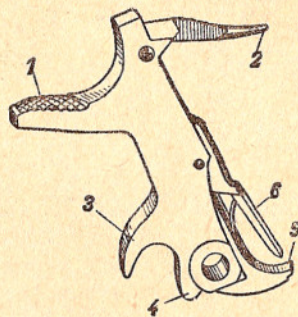

Рис. 12. Курок:
13. Курок (рис. 12) служит для разбивания капсюля патрона; он вращается на соске рамки.